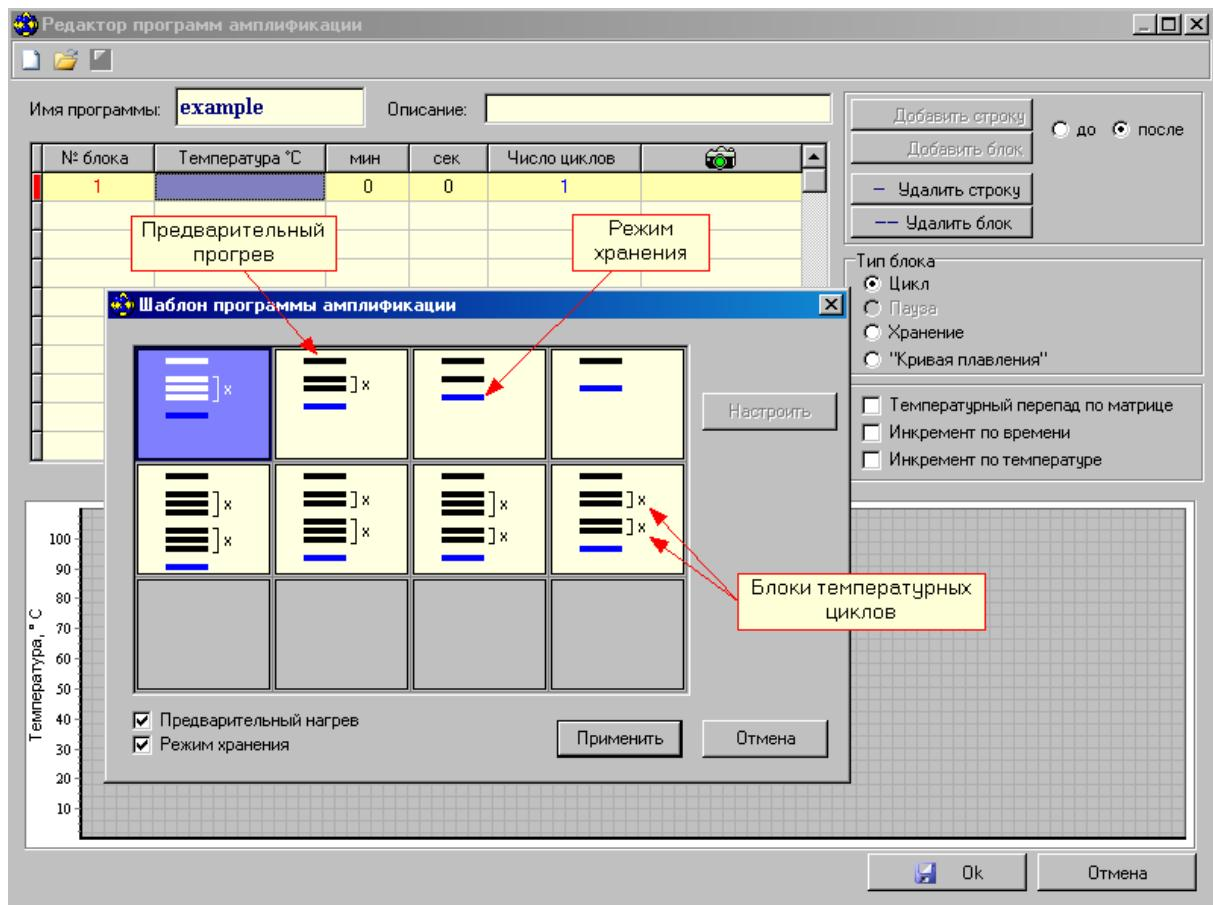

Рис.25. Создание программы амплификации с использованием шаблона.
2. Создать новую программу амплификации (кнопка Создать), используя окно Шаблон программы амплификации (Рис.25).